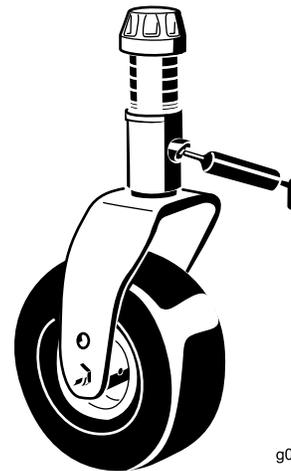

Bild 43
- 2 Laufradgabelbüchsen (Bild 43)